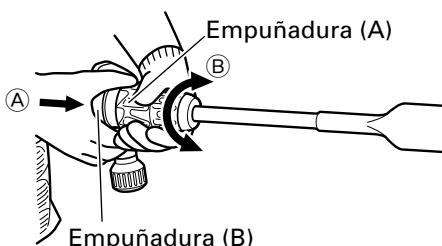

Fig. 4
- (1) Como se muestra en la Fig. 4, si la empuñadura (A) se gira en el sentido de ② cuando la empuñadura (B) esté girada 60 grados en el sentido de ①, el ángulo de la cuchilla podrá cambiarse libremente hasta la posición deseada.
- (2) Suelte la empuñadura (B), gire la herramienta, y cerciórese de que haya quedado completamente bloqueada.